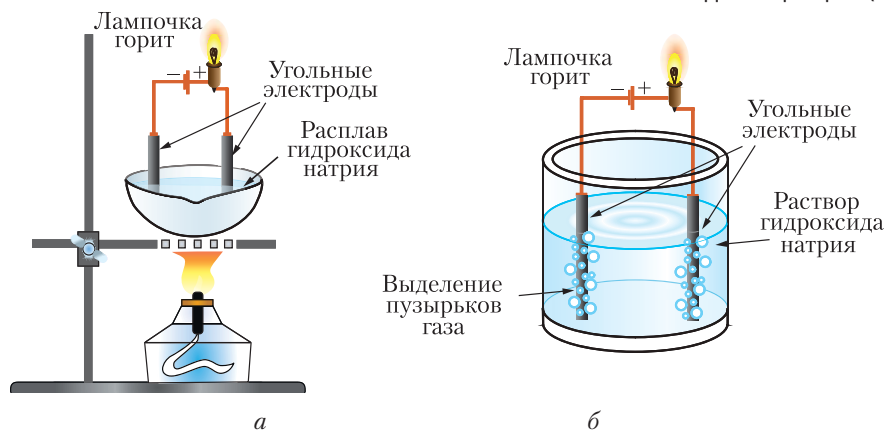

Рис. 56. Электролиты: а — расплав NaOH, б — раствор NaOH в воде
*электролиты распадаются на ионы в расплавах под действием высокой температуры, а в растворах вследствие взаимодействия с растворителем (рис. 56).*